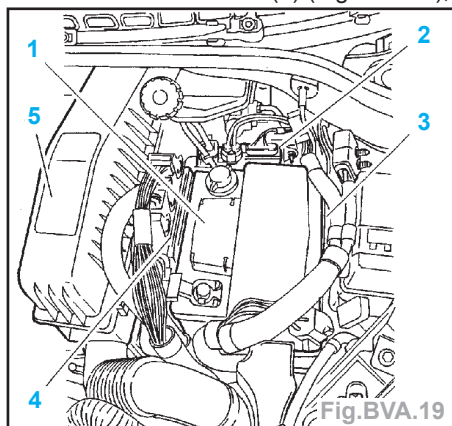

Fig.BVA.19
• le calculateur moteur (2) (Fig.BVA.19),